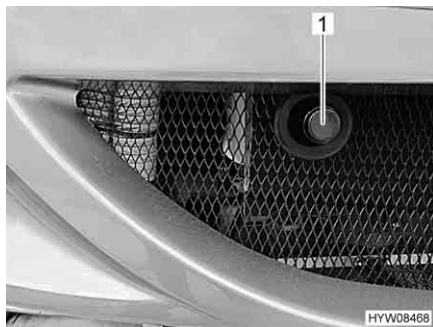

Fig. 30 Copertura per l'alloggiamento dell'occhione di traino (Mercedes-Benz)
- Rimuovere la copertura (Fig. 30,1).